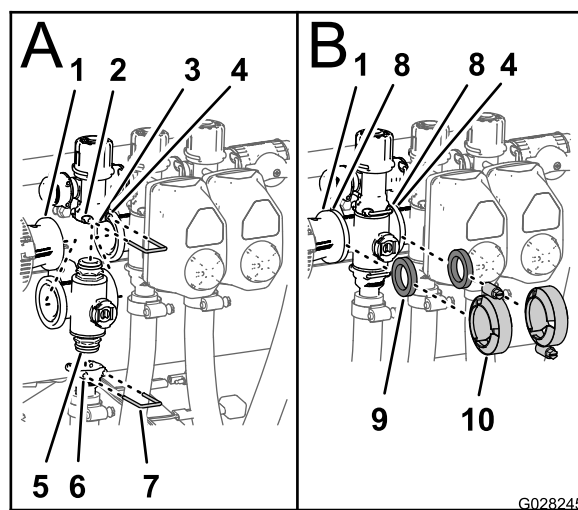

图122
1. 将歧管阀的上端盖接头插入旁通阀接头 图122。
2. 将卡环插入旁通阀接头的插槽从而将端盖接头固定至旁通阀接头 图122。
3. 将出口接头组装到歧管阀的下端盖接头上 图122。
4. 将卡环插入出口接头的插槽从而将端盖接头固定至出口接头 图122。
5. 在异径管连接头凸缘与喷洒臂段阀歧管之间放一个垫片 图122。
6. 用夹具组装异径管接头、垫片和喷洒臂段阀歧管并用手紧固 图122。
7. 如果要安装最左边的2个喷洒臂段阀请在两个相邻喷洒臂段阀歧管的凸缘之间放一个垫片 图122。
8. 使用夹具组装2个相邻喷洒臂段阀歧管和垫片并用手紧固 图122。